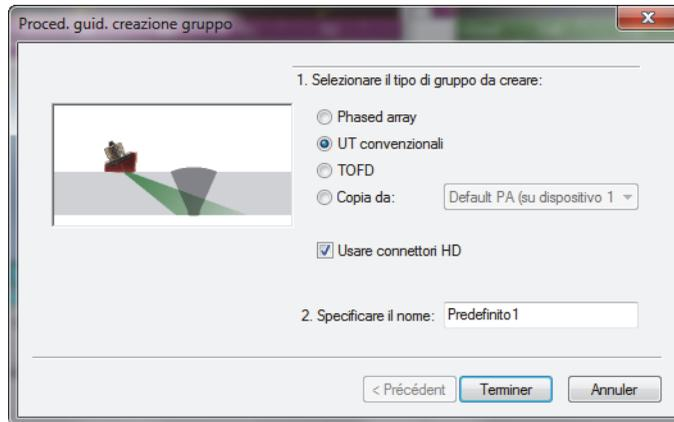

Figura 4-13 La finestra di dialogo **Proced. guid. creazione gruppo (UT convenzionali)**
2. Nella finestra di dialogo **Proced. guid. creazione gruppo** che appare (vedi Figura 4-13 a pagina 113):